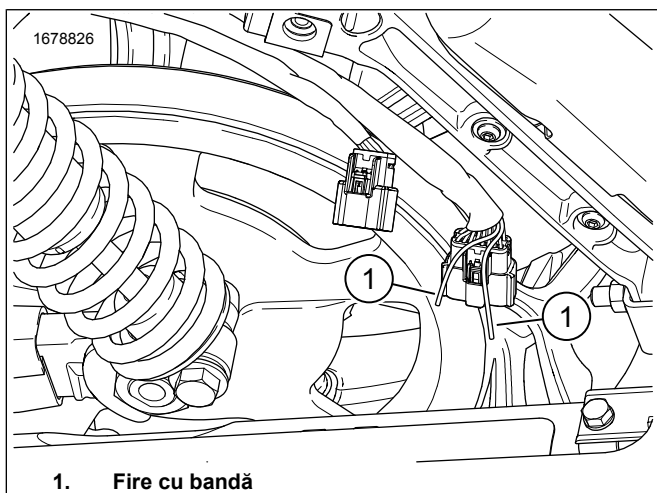

Figura 2. Fire desagă
2. A se vedea figura 2. Găsiți conectorul Echipament original (OE) cu 16 căi [C288B_1].